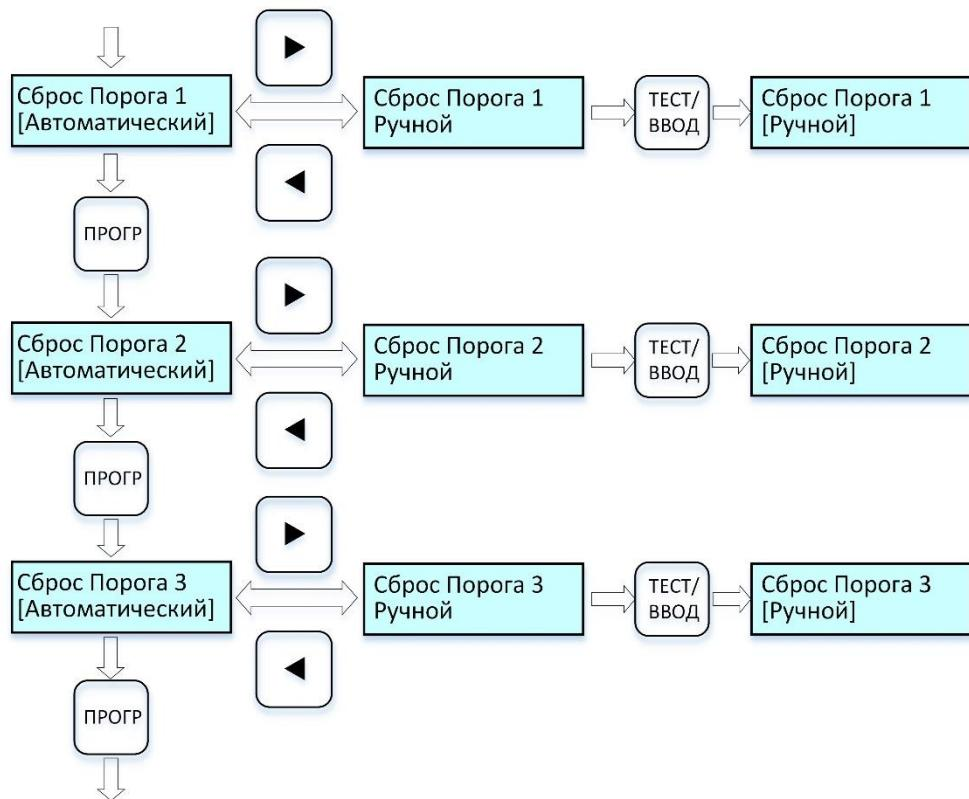

Рисунок 14 – Циклограмма выводимых сообщений на дисплей при настройке режима сброса флагов срабатывания порогов
2.6.5.10 Для настройки режима сброса флагов срабатывания порогов 1, 2 и 3 выполнить действия по п. 2.6.5.1 (при необходимости), далее по циклограмме рис. 14.